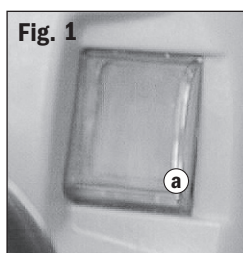
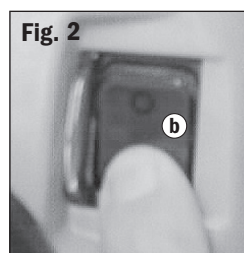

Fig. 1
Fig. 2
Lorsque la défonceuse est branchée sur le secteur, l'interrupteur (b) est illuminé (en position " on " (marche) comme en position " off " (arrêt). Le couvre-interrupteur (a) transparent empêche les démarrages accidentels de la défonceuse (Fig.1). Il doit être escamoté pour pouvoir démarrer la défonceuse. Le couvre-interrupteur restera ouvert jusqu'à ce que la défonceuse soit mise hors circuit. Fig. 2.
1. Mettez l'interrupteur d'alimentation (b) sur « off » (arrêt) et laissez le couvre-interrupteur se refermer. (Fig. 1) (Le couvre-interrupteur se referme lorsque le verrouillage de la douille de serrage s'enclenche.)